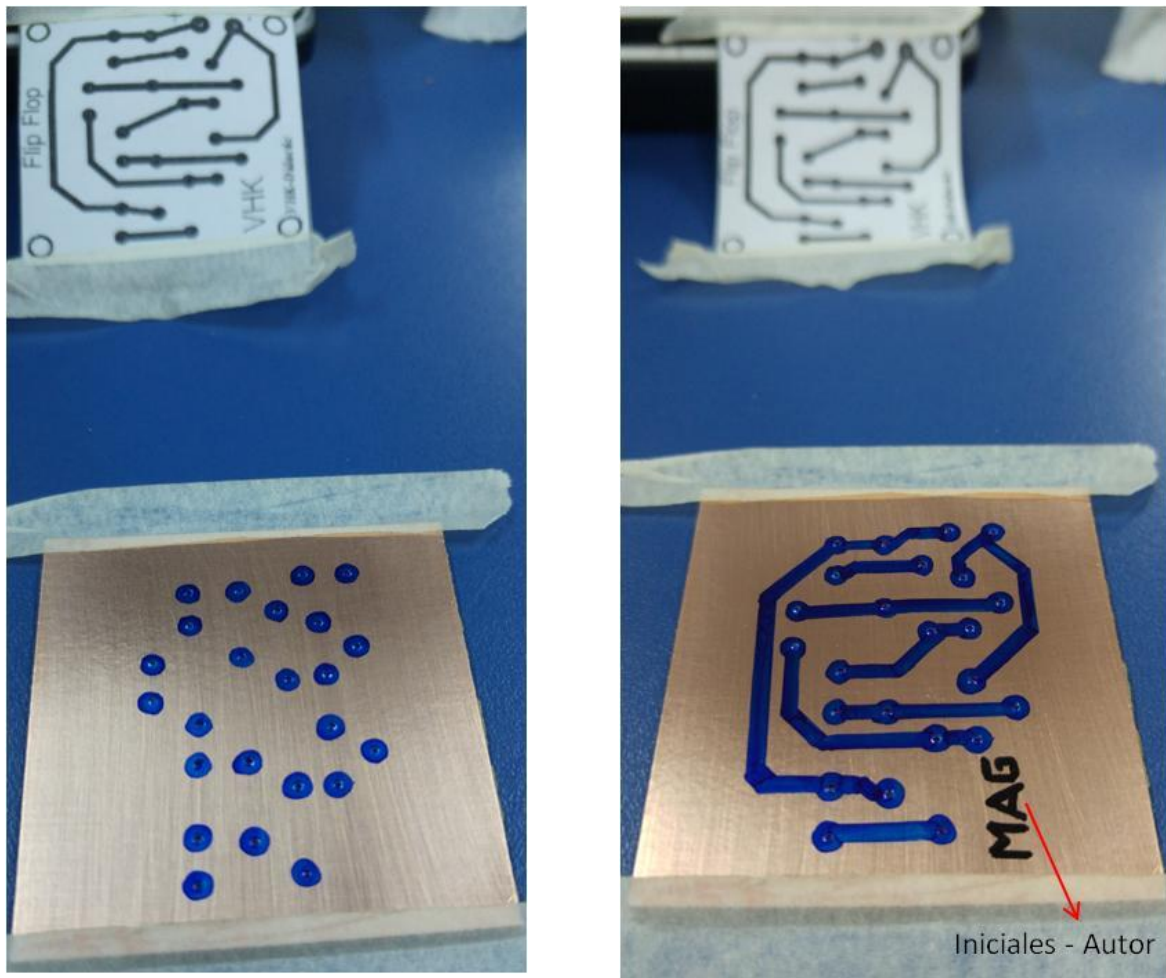

Fig. 9: Copiado del Modelo sobre el PCB limpio y pulido
8. Copiar el dibujo del esquema a confeccionar, tomando como guía las marcas punzonadas, con un marcador al solvente. **Agregar sus iniciales.** Fig. 9.